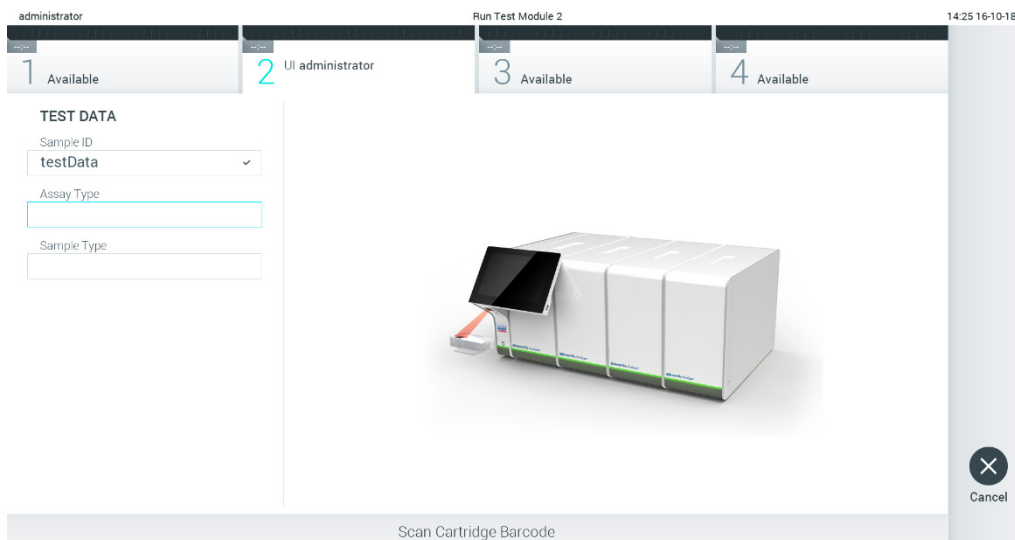

Figura 24. Lendo o código de barras do cartucho de ensaio QIAstat-Dx.
- Quando solicitado, faça a leitura do código de barras do cartucho de ensaio QIAstat-Dx a ser usado. O QIAstat-Dx Analyzer 1.0 reconhece automaticamente o ensaio a realizar, com base no código de barras do cartucho de ensaio QIAstat-Dx (Figura 24).